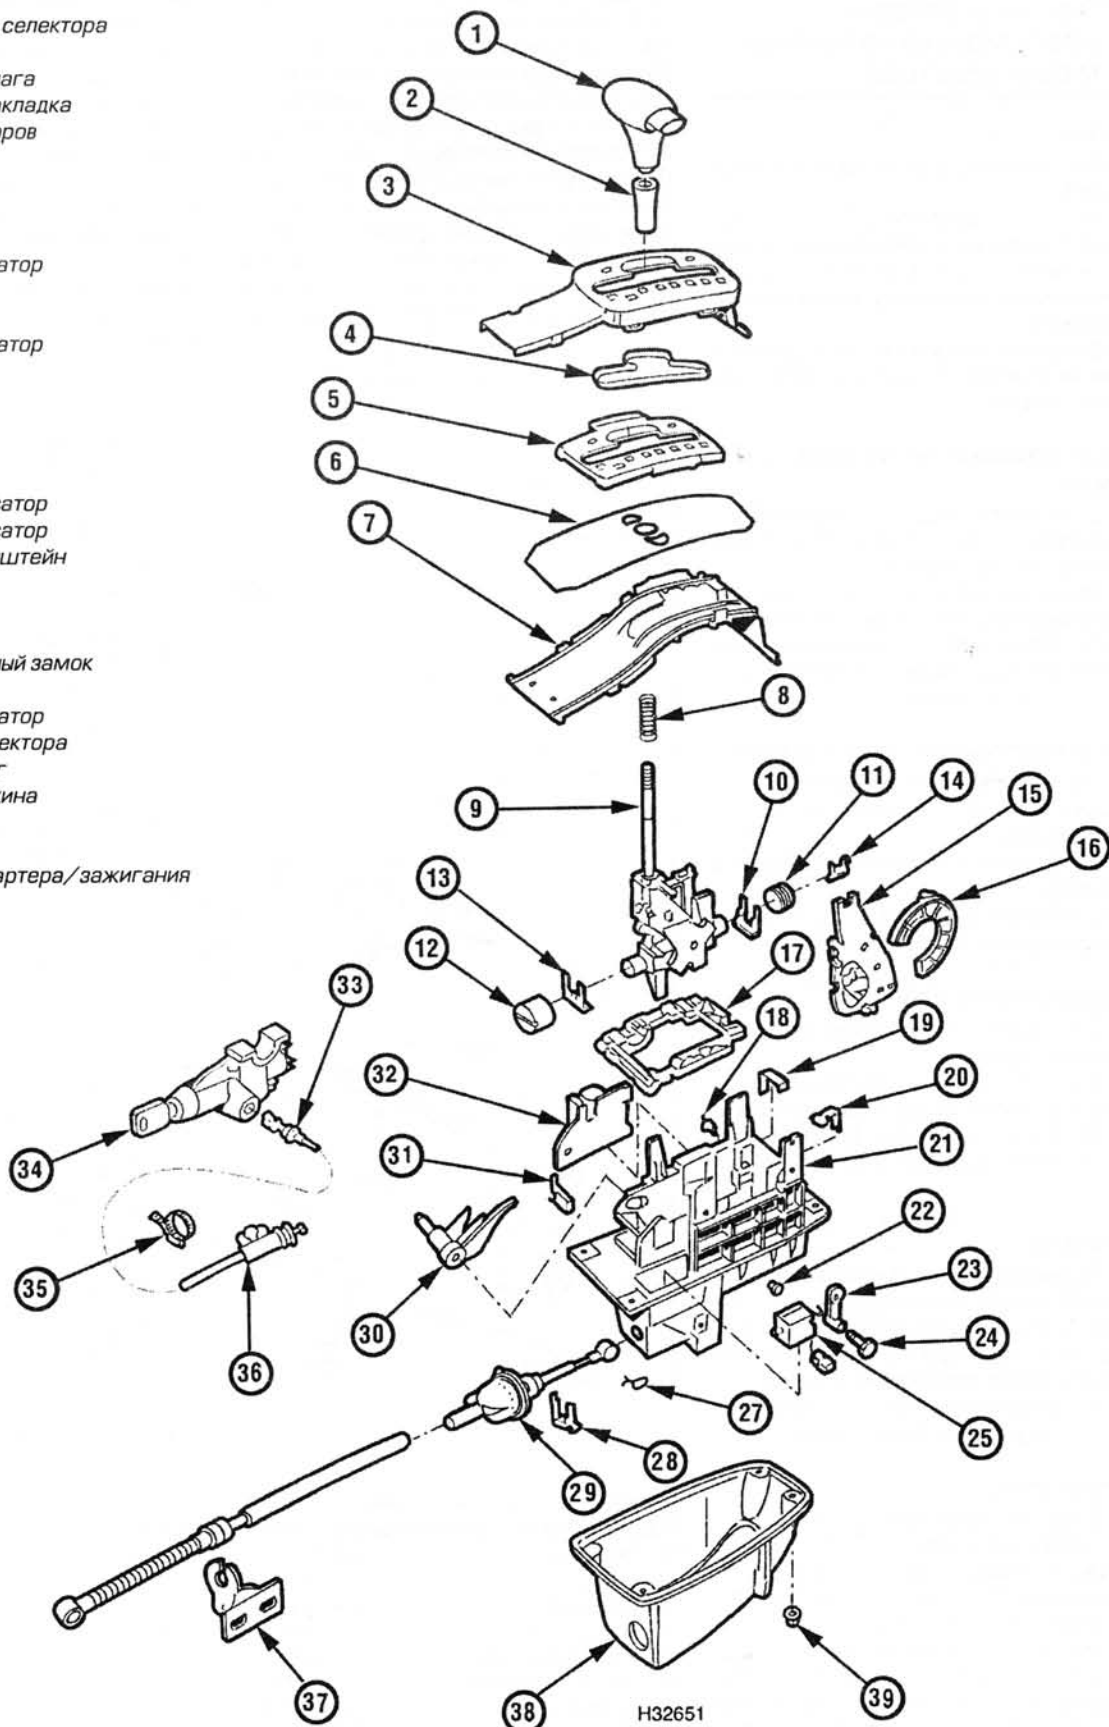

Рис. 4.6. Элементы механизма рычага селектора 5-скоростной коробки передач 01V
- 6 Отверните крепёжные гайки и снимите крышку с нижней стороны корпуса рычага селектора (рис. 4.6).
9 Снимите обрамление рычага селектора и направляющую (рис. 4.6).